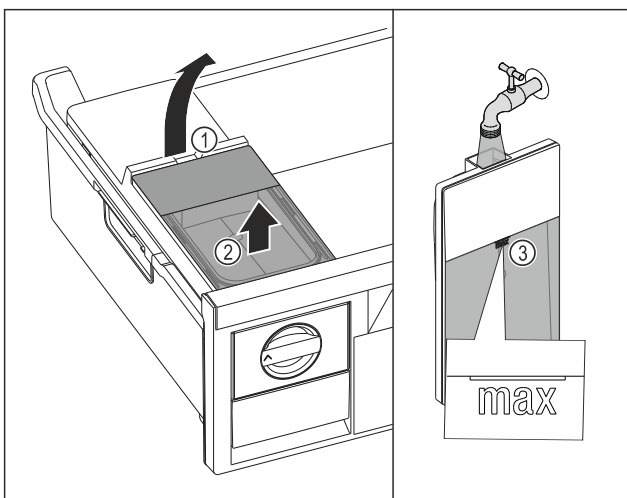

Fig. 147
- Wassertank an der Aussparung Fig. 147 (1) anheben.
- Wassertank nach oben entnehmen. Fig. 147 (2)
- Wassertank bis zur Markierung Fig. 147 (3) mit Trinkwasser befüllen.